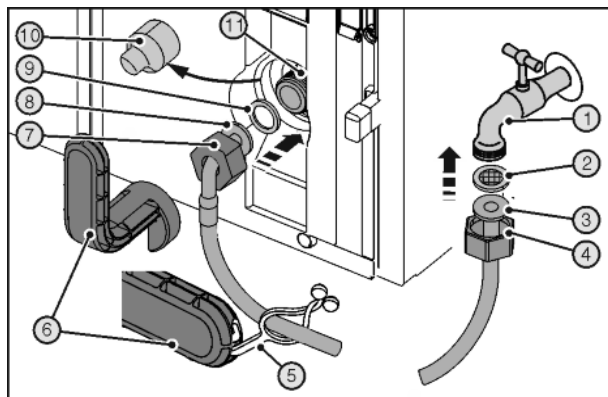

Fig. 27
Řezné rány způsobené rozbitými pomocnými nástroji Fig. 27 (6).
- Používejte pomocné nástroje Fig. 27 (6) výhradně při pokojové teplotě.
- Matici Fig. 27 (4) posuňte přes rovný konec hadice Fig. 27 (3) až na konec a držte.
- Záchytné sítko Fig. 27 (2) vložte do matice Fig. 27 (4).
- ▷ Sítko Fig. 27 (2) leží na plochu na rovném konci hadice Fig. 27 (3) a lehce se přidržuje.
- Matici Fig. 27 (4) společně se sítkem Fig. 27 (2) přiléhajícím na rovném konci hadice Fig. 27 (3) připojte k uzavíracímu kohoutu Fig. 27 (1).
- Předchozím otevřením uzavíracího kohoutu Fig. 27 (1) na přívodu vody odzdušněte vodní potrubí a naplňte vodou. Přitom držte hadici v kyblíku.
- Stáhněte kryt Fig. 27 (10).
- Matici Fig. 27 (7) posuňte přes zahnutý konec hadice Fig. 27 (8) až na konec a držte.
- Těsnění Fig. 27 (9) navlhčete a přitlačte do matice Fig. 27 (7) na zahnutém konci hadice Fig. 27 (8).
- ▷ Těsnění Fig. 27 (9) leží na plochu na zahnutém konci hadice Fig. 27 (8) a lehce se přidržuje.
- Matici Fig. 27 (7) společně s těsněním Fig. 27 (9) přiléhajícím na zahnutém konci hadice Fig. 27 (8) připojte k elektromagnetickému ventilu Fig. 27 (11).
- Utahujte přípojky pomocným nástrojem Fig. 27 (6) ve směru hodinových ručiček, dokud nebude dosažen maximální utahovací moment a pomocný nástroj Fig. 27 (6) se přetáčí.
- Otevřete uzavírací kohout Fig. 27 (1) na přívodu vody a prověřte těsnost celého vodního systému.
- Zahákněte styčnick Fig. 27 (5) do pomocného nástroje Fig. 27 (6) a upevněte k uschování na nerezové hadici.